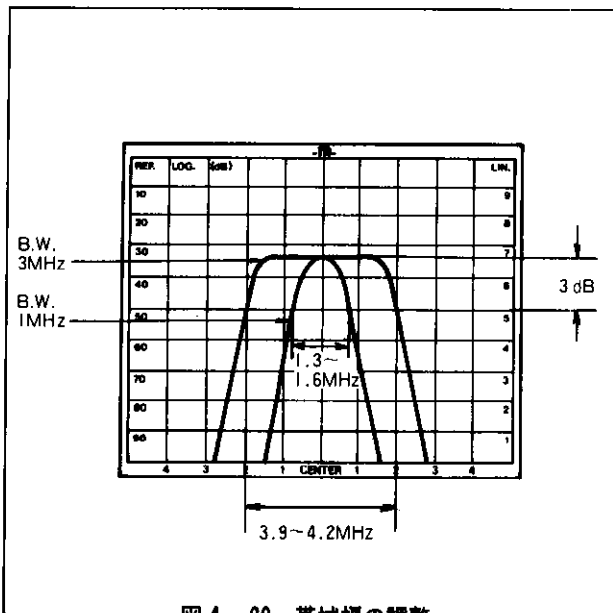

図 4-20 帯域幅の調整
4. BAND WIDTH を 3MHz に設定し、〔図 4-20〕に示しますように 3dB ダウンの帯域幅が、3.9MHz ~ 4.2MHz 程度になるように L 371 から L 375 を調整します。